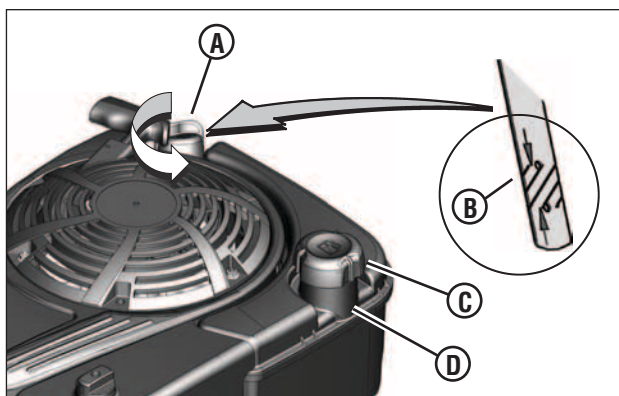

Figure 2 : Remplissage de carburant et d'huile
- Retirer la jauge d'huile (**A, Figure 2**) et essuyer avec un chiffon propre.
- Si le niveau est bas, ajouter l'huile (l'huile Briggs & Stratton SAE30 certifiée pour tondeuses est recommandée) lentement dans le trou de remplissage du moteur. **Ne pas trop remplir.** Après avoir ajouté l'huile, attendre une (1) minute et vérifier de nouveau le niveau d'huile.
- Enlever le bouchon de remplissage de carburant (**C, Figure 2**).